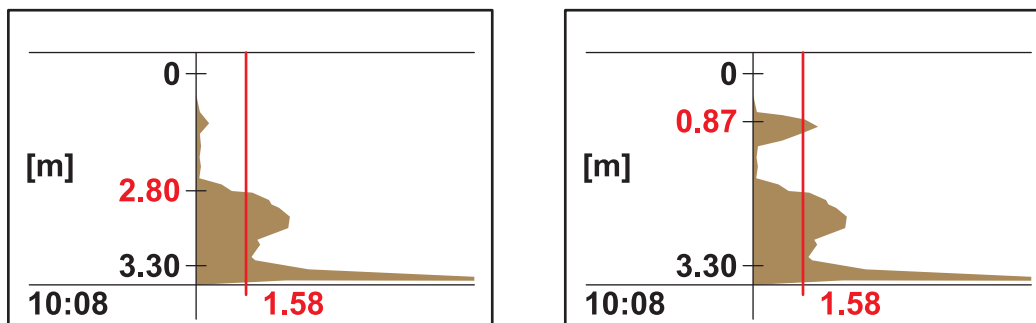

Рисунок 9 Определите точку измерения
- Если в PROFILE LIST (Списке профиля) на глубине расположения преград наблюдается увеличение сигнала, оказывающее влияние на результат измерений, следует найти другое место для измерений. Иногда достаточно бывает передвинуть датчик на несколько сантиметров (см. Рисунок 9, справа).
- Если отражения не влияют на измеренные значения, это значит, что точка измерения выбрана верно (см. Рисунок 9, слева).